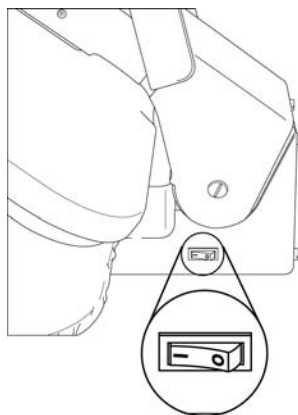

FIGURA 1
1. Con el Plato de Planchado alzado, enchufe el cable en el tomacorriente, y ponga el Interruptor Encendido/Apagado en la posición “Encendido” (I) (FIGURA 1).
IMPORTANTE: El apagado automático no significa que se corte totalmente la corriente de la unidad. El aparato sigue encendido y la Luz Indicadora de Poder permanecerá encendida hasta que el Interruptor de Encendido/Apagado sea puesto en la posición “Apagado” (O) (FIGURA 1, página 7).